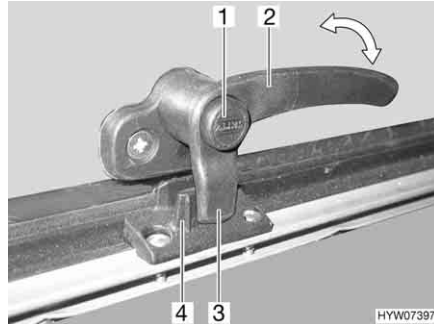
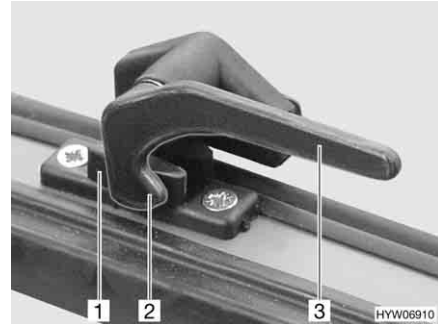

Bild 62 Verriegelungshebel mit Sicherungsknopf in Stellung "geschlossen"
Bild 63 Verriegelungshebel in Stellung "geschlossen"
- Wenn vorhanden, Sicherungsknopf (Bild 62, 1) drücken und gedrückt halten.
- Den Verriegelungshebel (Bild 62, 2 oder Bild 63, 3) eine viertel Umdrehung zur Fenstermitte hin drehen.
- Wenn vorhanden, Sicherungsknopf (Bild 62,1) drücken und gedrückt halten.
- Den Verriegelungshebel (Bild 62,2 oder Bild 63,3) eine viertel Umdrehung zum Fensterrahmen hin drehen. Die Verriegelungsnase (Bild 62,3 oder Bild 63,2) am Verriegelungshebel liegt komplett auf der Innenseite der Fensterverriegelung (Bild 62,4 oder Bild 63,1).
- in Stellung "fest verschlossen" (Bild 62 und Bild 63)